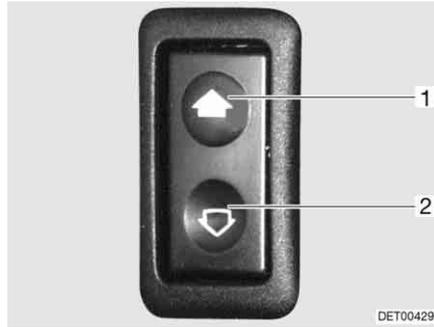

Fig. 29 Interruptor para los elevavinas eléctricos
- Abrir:* ■ Pulsar la parte inferior del conmutador (Fig. 29,2).
- Cerrar:* ■ Pulsar la parte superior del conmutador (Fig. 29,1).